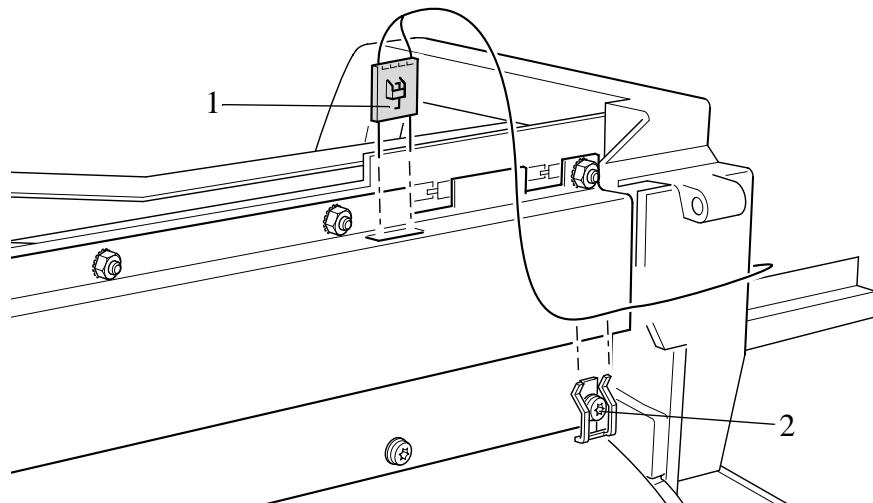

図 65：インク漏れ検知ケーブル
- 5 図65を参照して、プリンタ背面からネジとクリップ（部品2）を取り外し、インク漏れ検知ケーブルのコネクタ（部品1）を取り外します。インク漏れ検知ケーブルを完全に取り外します。